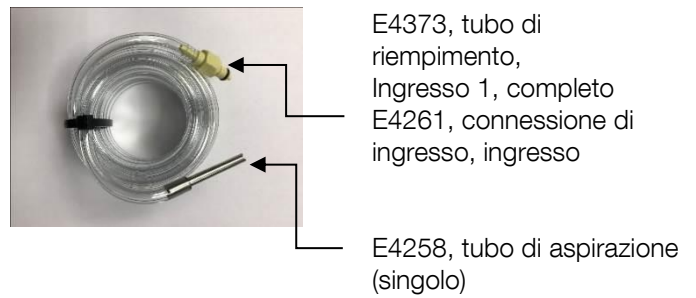

Fig. 7.2.2
- 1 Tubo di riempimento ( $\varnothing$  7,1 mm) con raccordo, E4373, ingresso 1, con tubo di ingresso; per soluzione fisiologica, fig. 7.2.2